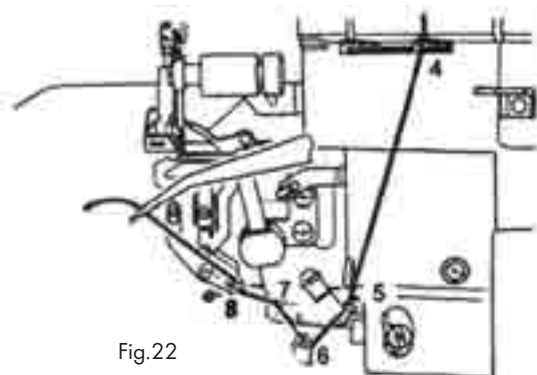

Fig.22
5. Enfie a linha no espaço para a lançadeira de acordo com as marcações amarelas (4 - 8) (fig. 22).